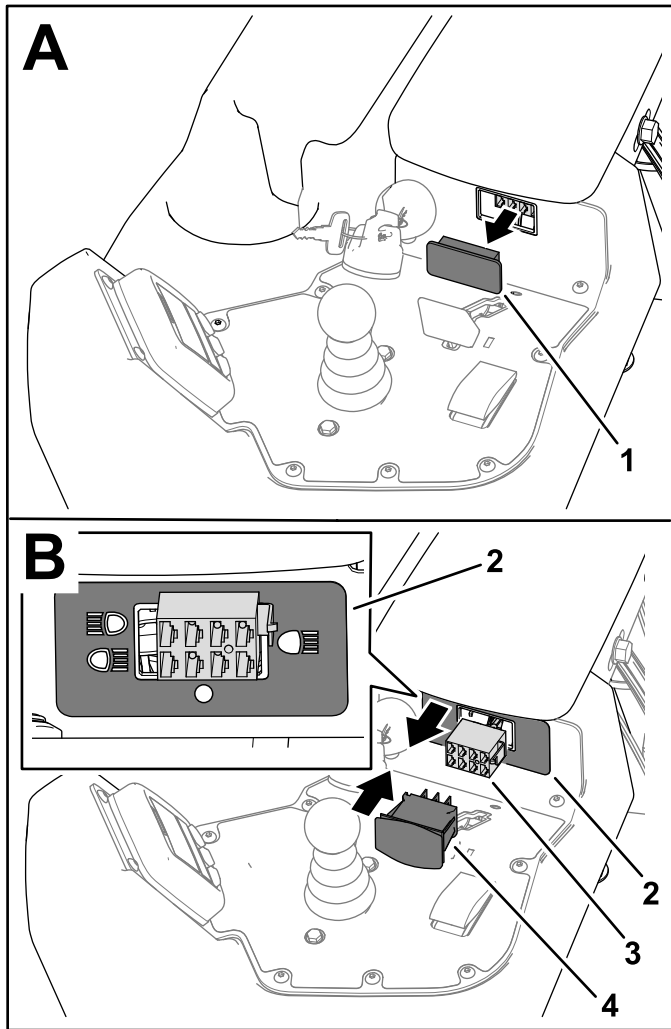

Figura 4
- Retire el tapón de la consola (Figura 4).
- Coloque la pegatina (pieza n.º 131-2046), tal y como se muestra en la Figura 4.
Observe la orientación correcta de la pegatina, tal y como se muestra en la Figura 4.
- Conecte el conector del arnés de cables con la etiqueta WORK LIGHT SWITCH (Interruptor de luz de trabajo) al interruptor (Figura 4) e instale el interruptor.